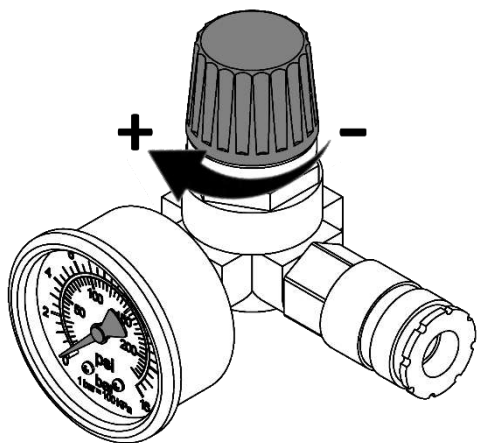

Рисунок 11
8.4.1 Настройка давления в подсоединенных исполнительных устройствах регулятором давления осуществляется следующим образом (рисунок 11):